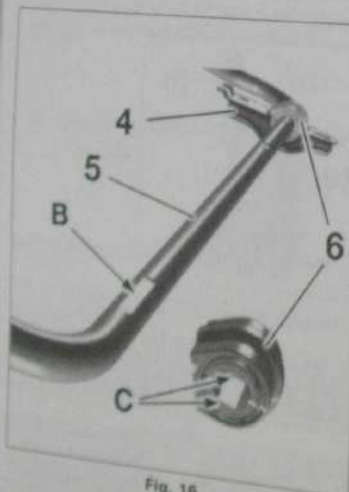

Fig. 16
**!** Positionner la barre de façon à avoir le démarreur de couleur sur la droite. Le positionnement latéral et horizontal est réalisé par deux méplats en (C) à l'intérieur du palier (6) et des empreintes en (B) sur la section de barre stabilisatrice (Fig. 16).